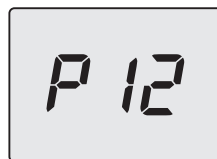

Figura 5.66
- Scorrere i vari parametri utilizzando i tasti 49 (indietro) o 51 (avanti) fino a far apparire sul display LCD le lettere **P12** che si alternano con il valore del parametro (Figura 5.66).